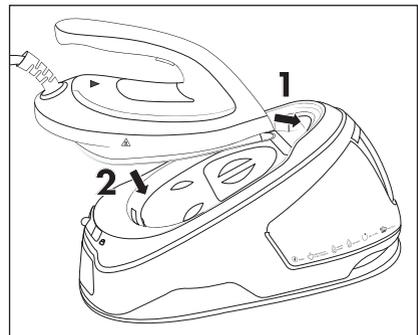

Fig. 7
- 3) Placez le fer à repasser à vapeur **1** sur la surface de pose **17**, en insérant d'abord la pointe de la semelle de repassage **4** dans l'ouverture située à l'avant au bord de la surface de pose **17**. Déposez ensuite l'appareil sur la surface de pose **17** (voir fig. 7).